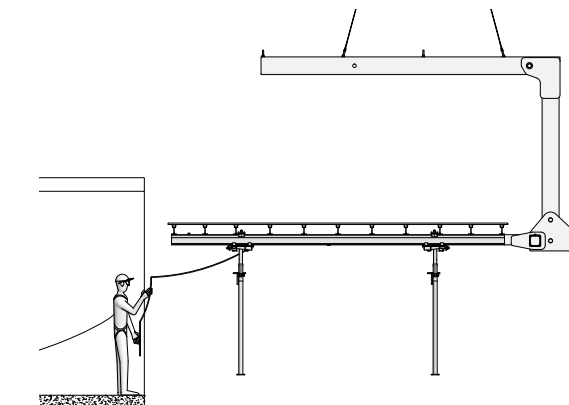
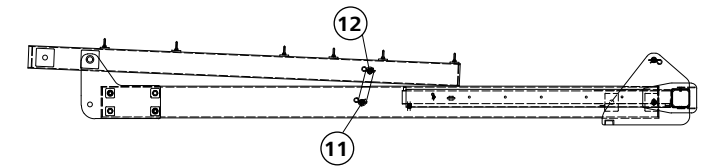

Fig. 2
Fig. 3 État du palonnier à la livraison
- (A) Point d'élégage fixe
- (A) et (B) Position horizontale des fourches (sans charge supplémentaire)
- (B), (C), (D), (E) ou (F) Choix du point d'élégage en fonction du centre de gravité de l'ensemble du système (Fig. 3)
Le palonnier 600/540 sert à la manutention des tables de coffrage de 250/400 et de 250/500. Il est surtout destiné au retrait des tables de coffrage, par ex. entre deux étages, quand l'utilisation d'une élingue 4 brins est impossible. Le palonnier est alors simplement élingué à la grue, pas besoin d'accessoires (Fig. 2 et Fig. 3).